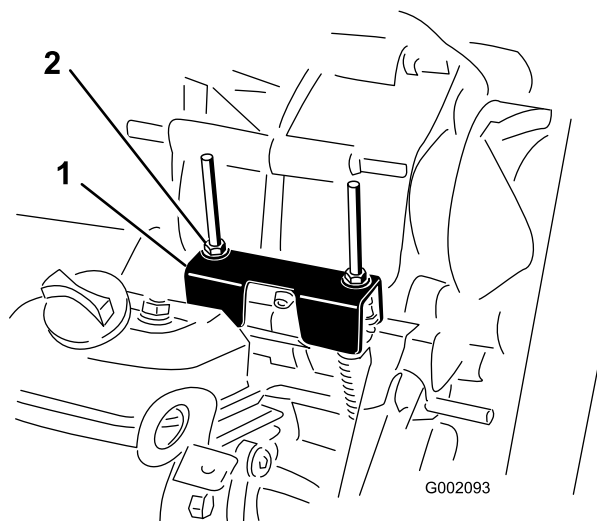

Figure 58
Lors des entretiens courants et/ou des diagnostics du moteur, vous devez placez la boîte-pont au point mort (Figure 58). La position point mort de l'inverseur de marche commande le point mort de la boîte-pont. Procédez comme suit pour vérifier que le point mort de l'inverseur de marche actionne correctement le point mort de la boîte-pont :
2. Vérifiez que la patte de réglage du point mort est à la position point mort (au même niveau que le support de fixation du câble situé sous la patte d'inversion de marche) en tournant l'embrayage (Figure 58).
3. Tournez un des contre-écrous (Figure 58) pour obtenir un espace de 0,762 à 1,524 mm entre le bas de l'écrou/la rondelle et la patte de réglage du point mort.